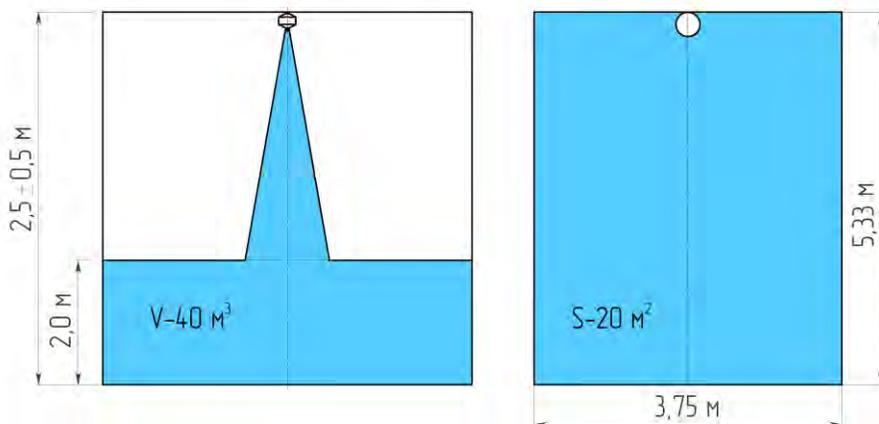

Рисунок 2 – Конфигурация зоны защиты модуля МПП для очагов класса «В»
2.3 Огнетушательная способность и конфигурации распыла порошка МПП «Гранат-6С» в защищаемой зоне при тушении очагов пожара классов «В» приведена в табл. 3 и на рис.2.